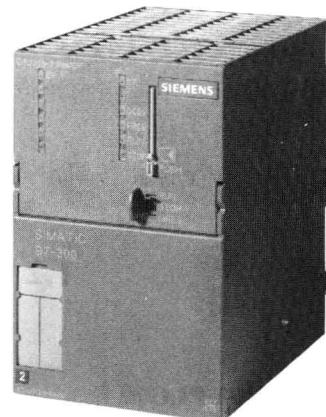

图 1-4 S7-300 CPU 模块
② CPU 模块是决定整个控制系统性能的关键，也是选型时的主要考虑。S7-300 有 20 多种不同性能、档次的型号可供选择，以满足不同等级和规模的控制要求。CPU 模块大致可以分为紧凑型、标准型、户外型和其他特殊设计的型号。图 1-4 所示为 CPU 模块实物图。